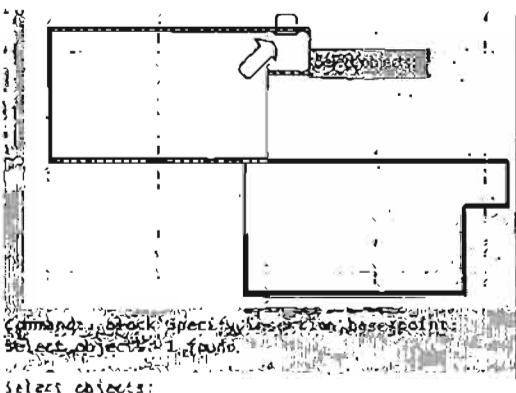

Рис. 9.31. Выбор объекта
3. Нажмите кнопку Select objects (Выбрать объекты), в результате чего окно закрывается, и вы получаете возможность выбрать объекты блока. Выберите ступень (рис. 9.31). По завершении выбора объектов и нажатии клавиши <Enter>, на экране опять появляется окно и в нем отображается количество выбранных объектов.